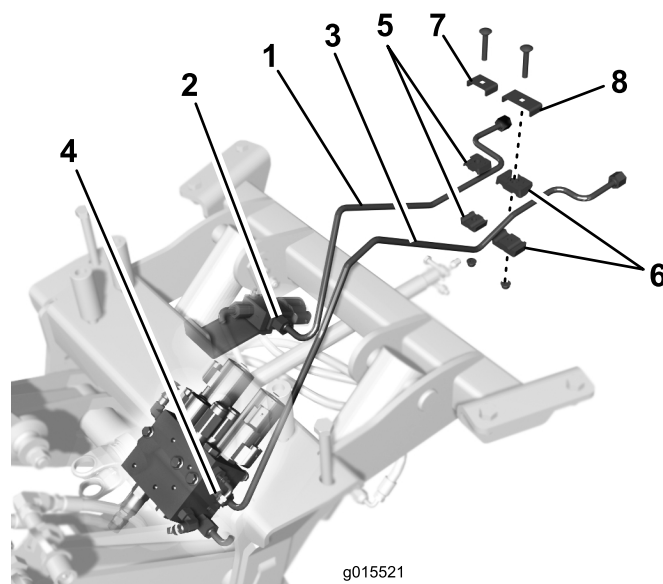

Figura 9
3. Collegate l'estremità posteriore del tubo idraulico più corto al tubo sulla macchina (Figura 9).
4. Collegate l'estremità posteriore del tubo idraulico più lungo al tubo sulla macchina (Figura 9).
6. Installate il tubo idraulico più corto (senza fissarlo) sul tubo adiacente della macchina con morsetto del tubo piccolo, piastra, vite a testa tonda e dado flangiato, come mostrato in (Figura 9).
7. Installate il tubo idraulico più lungo (senza fissarlo) sul tubo adiacente della macchina con morsetto del tubo grande, piastra, vite a testa tonda e dado flangiato, come mostrato in (Figura 9).